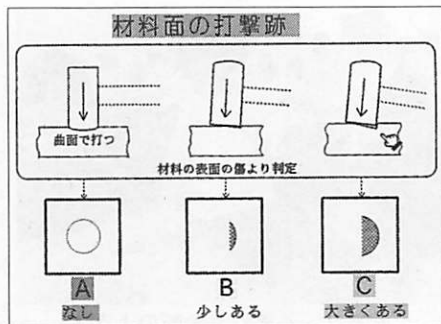

図4 材料面の打撃跡
③の材料面の打撃跡は、打ち終わりに曲面を使用していたかどうか、または材料部分に傷がつかなかったかどうかを、図4のような基準でチェックする。材料面についての打撃跡は、材料表面に色チョークをこすって生徒に見せるとよくわかる。